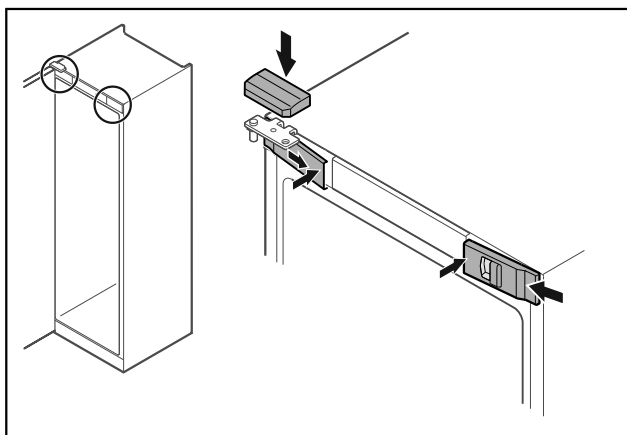

Fig. 46 *
- ▶ Agganciare le coperture anteriori Fig. 46 (1) di lato e innestarle all'interno.*
- ▶ Innestare la copertura superiore Fig. 46 (2) dall'alto.*